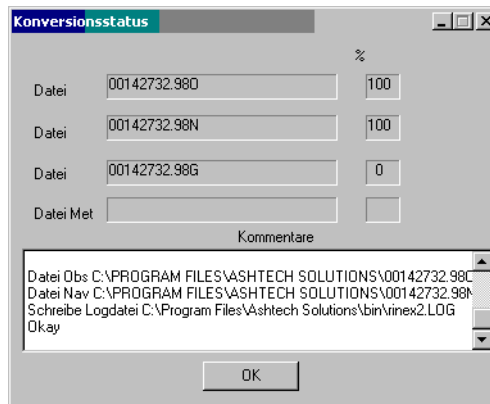

Abbildung B.14. Dialogfeld "Konvertierungsstatus"
20. Klicken Sie auf **Begin(n)**, um die ausgewählten Ashtech-Dateien ins RINEX-Format zu konvertieren. Das Dialogfeld **Konvertierungsstatus** wird geöffnet (Abbildung B.14) und der Status des Konvertierungsvorgangs wird angezeigt. Bei der Fertigstellung zeigt das Dialogfeld für jede Datei 100 % an.